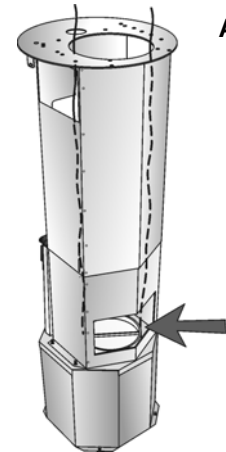

Abb. 10
7. Abluftschlauch durch die rückwärtige Öffnung hindurch herausziehen (Abb. 10).